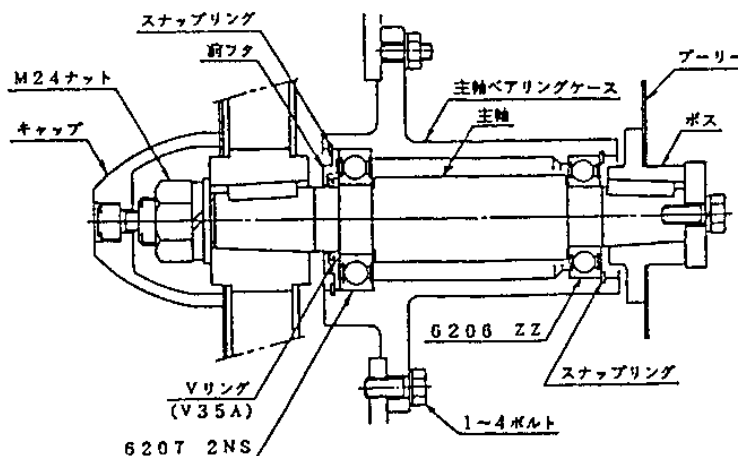

図 9-10
- ・ 両側のスナップリングを取り外し、ベアリング押さえ板を取り木の上などに主軸の軸端を突くように落とせば抜くことができます。(図 9-10)